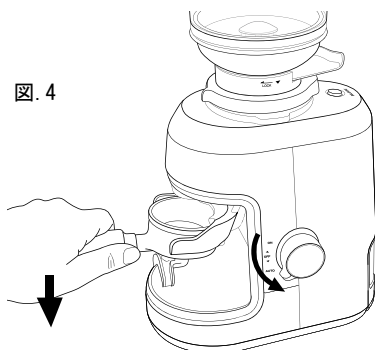

図. 4
8. 操作ダイヤルを「AUTO」の位置にあわせ、フィルターホルダーのグリップを静かに押し下げると、グラインダーがコーヒー豆を挽き始め、フィルターにコーヒー粉末が落ちます。(図. 4参照)